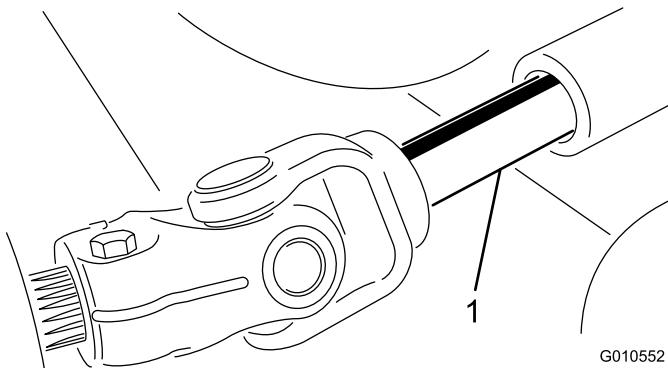

Figure 22
- Eloignez le plateau de coupe de la machine, en séparant les parties mâle et femelle de l'arbre de PDF (Figure 22).
- Insérez l'arbre de PDF mâle dans l'arbre de PDF femelle (Figure 22).